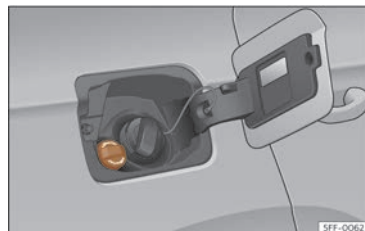

Fig. 210 Bouchon de la goulotte de remplissage du réservoir d'AdBlue®.
- Ouvrez la trappe à carburant >>> **fig. 210**.
- Dévissez le bouchon de l'orifice de remplissage de SCR >>> **fig. 210**.